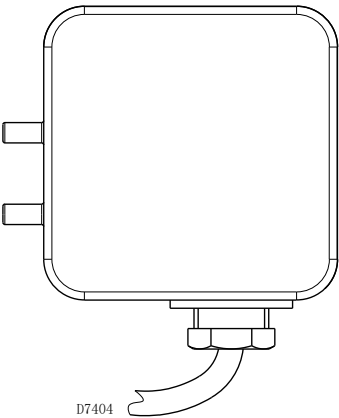

图 26
- ▶ 将空气压力开关（图 26）调到标尺的开始位置。
在完成燃烧器的所有其他调整后，调整空气压力开关（图 26），将空气压力开关设置到标尺的开始位置。将燃烧器的功能调到所要的输出后，顺时针方向缓慢转动旋钮直到燃烧器停机。然后，逆时针旋转旋钮，旋转程度约为调整值的 20%，然后检查燃烧器是否正常启动。